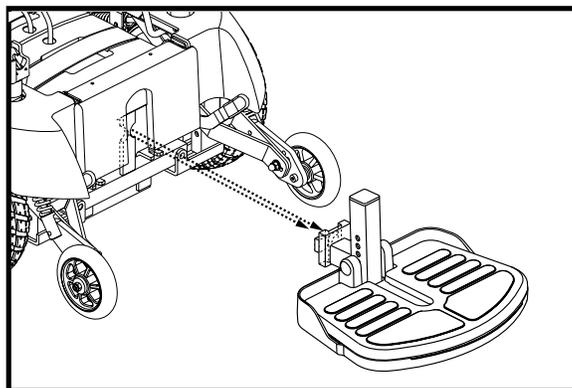

Figure 15. Enlèvement du repose-pieds
4. Retirez le repose-pieds en le soulevant et en tirant dessus pour le dégager du fauteuil. Voir la figure 15.